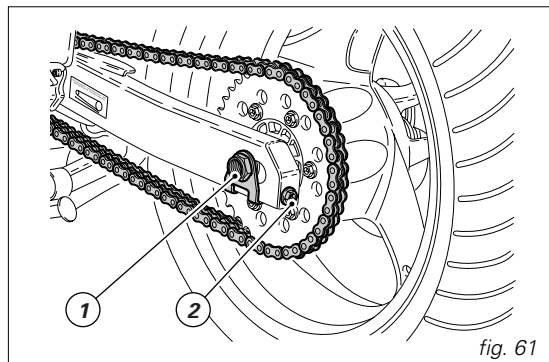

fig. 61
Para registrar el tensado aflojar la tuerca (1, fig. 61) del perno rueda; atornillar en igual medida, en el sentido de las agujas del reloj, el tornillo (2) en ambos lados del basculante para aumentar el tensado o destornillar para disminuirla. En este último caso es necesario empujar hacia adelante la rueda.